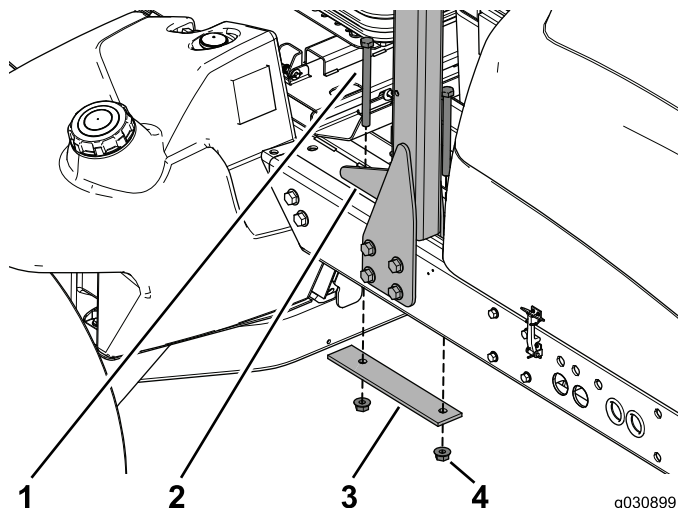

Figura 2
3. Retire os dois parafusos, a placa de reforço e porcas flangeadas que prendem o ROPS à parte superior da estrutura (Figura 2).